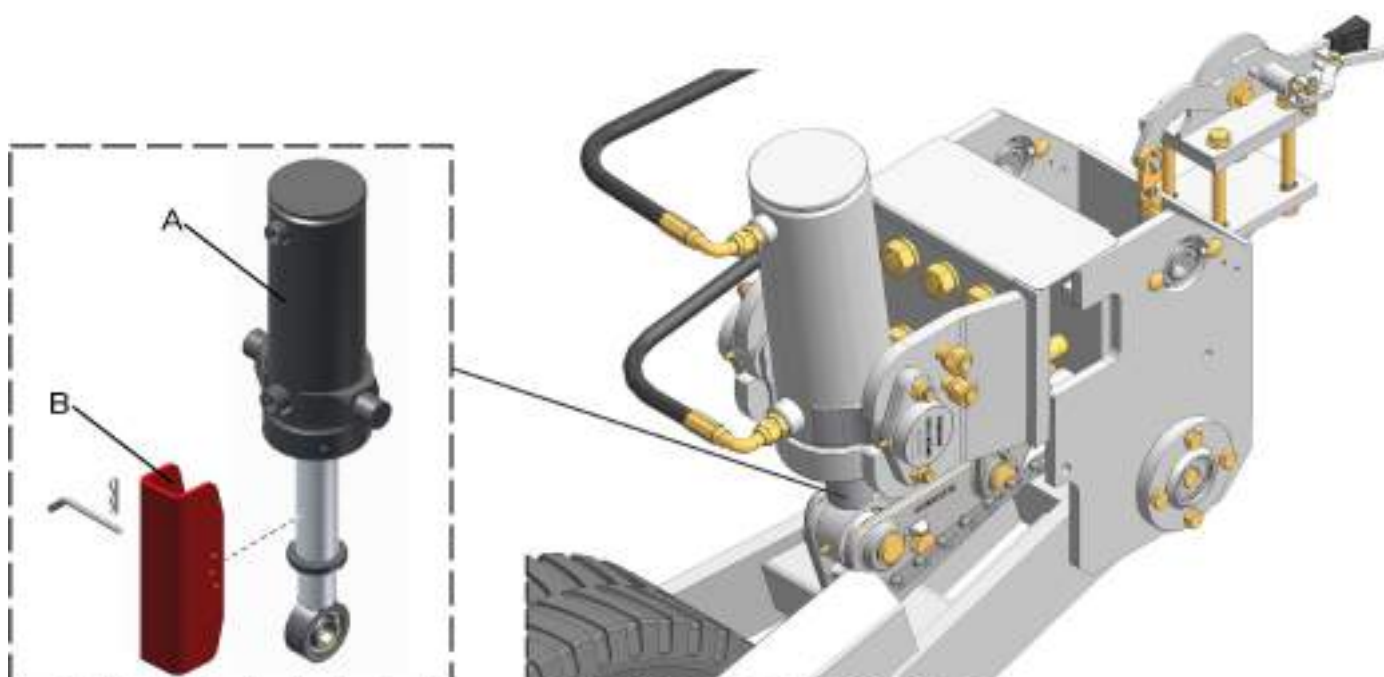

fig. 25
Então, coloque os calços de 235 mm (B) (*fig. 25*), nos cilindros hidráulicos (A).